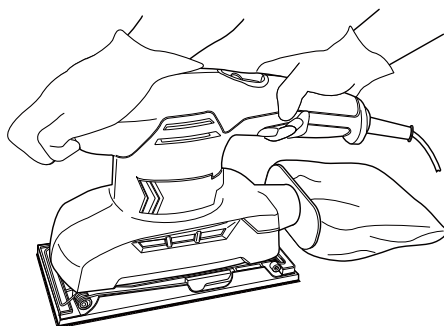

Fig. 18
- > Segure a ferramenta com uma mão na pega (5) e com a outra na superfície de aperto (2) (Fig. 18).